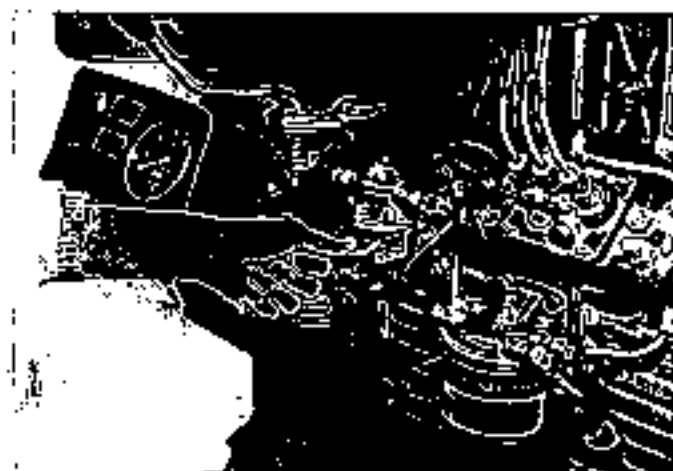

Fig. 48 - Azionamento manuale pompa alimentazione
- Azionare la pompa di alimentazione manualmente, come indicato in Fig. 48, sino a che il combustibile esca dalla vite di spurgo del filtro, privo di bolle d'aria.